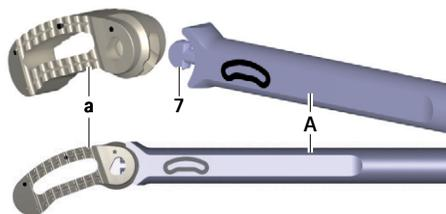

Fig. 7 Acoplamiento del implante al instrumento de inserción
- ▶ Coloque el implante **a** dentro del envase protector en el diedro **7** del instrumento de inserción **A**, ver Fig. 7. Para ello, tenga en cuenta la orientación del implante (guíese por la inscripción situada en el instrumento de inserción).
- ▶ Acople el instrumento de inserción **A** al implante **a** in situ, ver Fig. 7.